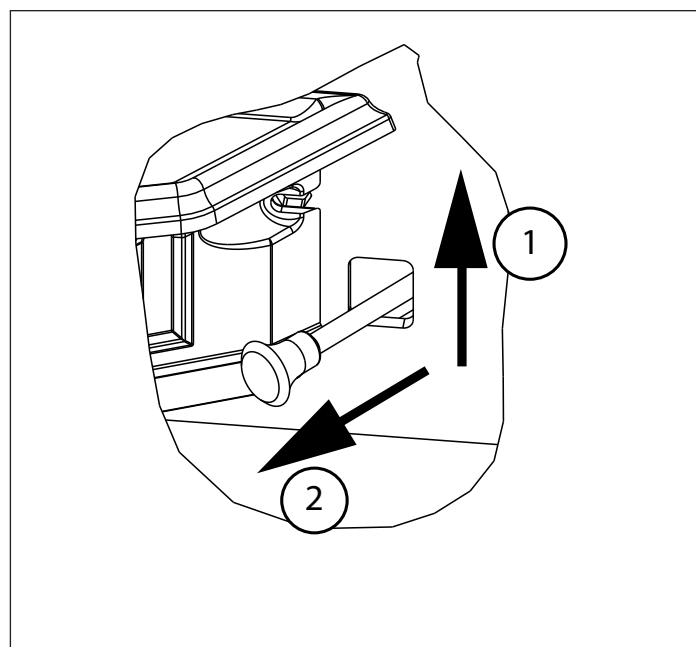

Figure 11.2 Commande manuelle de la minuterie
Si vous devez arrêter le système du contrôle automatique de la combustion avant qu'il ne s'arrête par lui-même après 25 minutes (par exemple en cas de surchauffe), soulevez (1) et tirez (2) sur le réglage de l'air d'allumage. **Figure 11.2.**